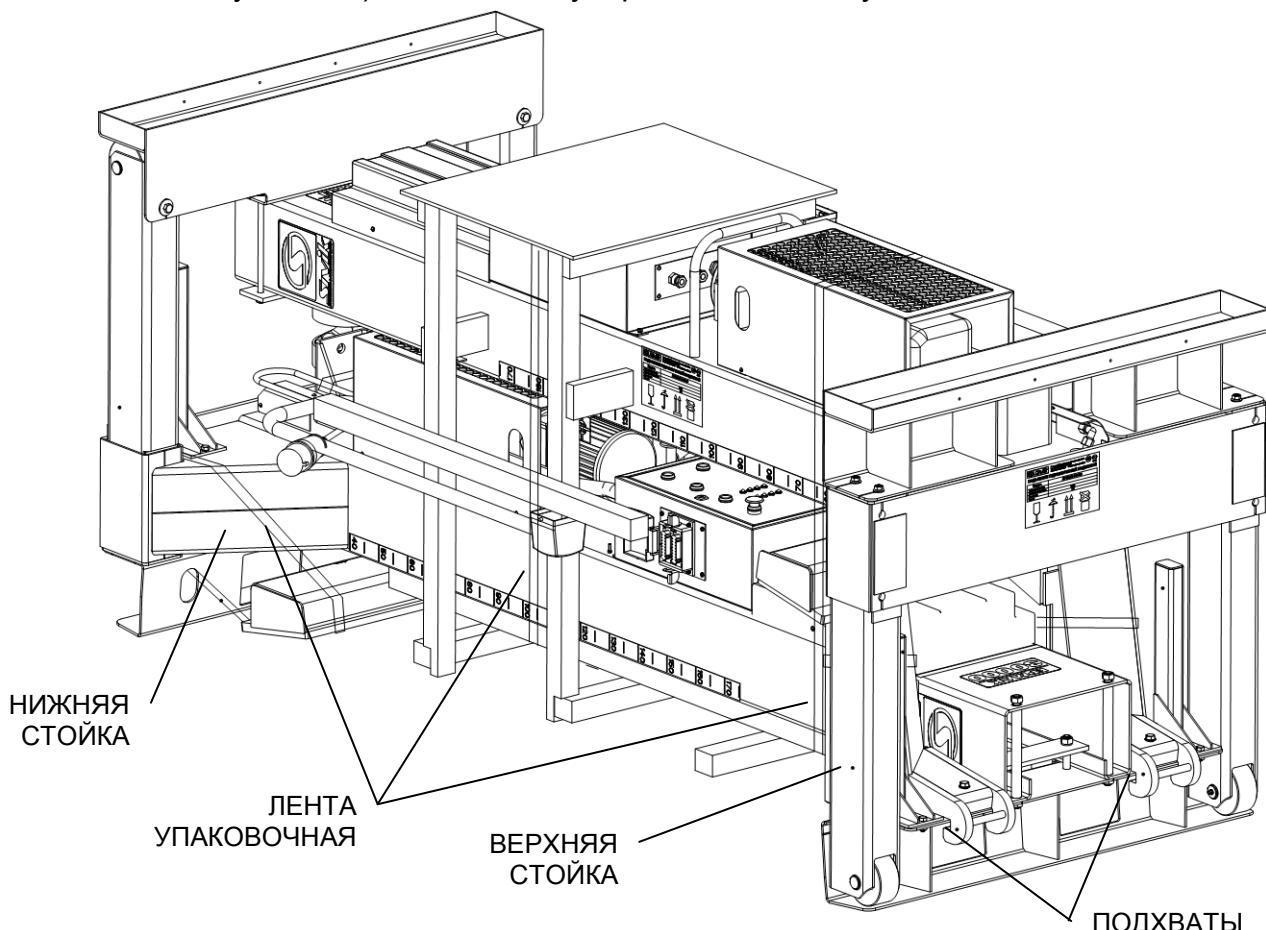

Рисунок 6.1 - Упаковочное место
6.1 Подъемник поставляется в частично разобранном виде и упакован в два (три) упаковочных места (рисунок 6.1). Сборка стоек подъемника должна проводиться специалистами, согласно рисункам 4.5Рисунок , 4.6Рисунок и 4.7Рисунок . Произвести перестановку опор 4 каждой стойки в той же комплектности как стояли при транспортировке (с подложкой 16 или без нее, для удобства демонтажа опор 4 подложки 16 могут быть приложены к опорам сбоку и зафиксированы клейкой лентой). Зафиксировать клиньями 17, вставить крышку 18 и затянуть болтами 19 (люфт опоры в колонне не допускается). Установить упоры 23 и накладку 31 на место.